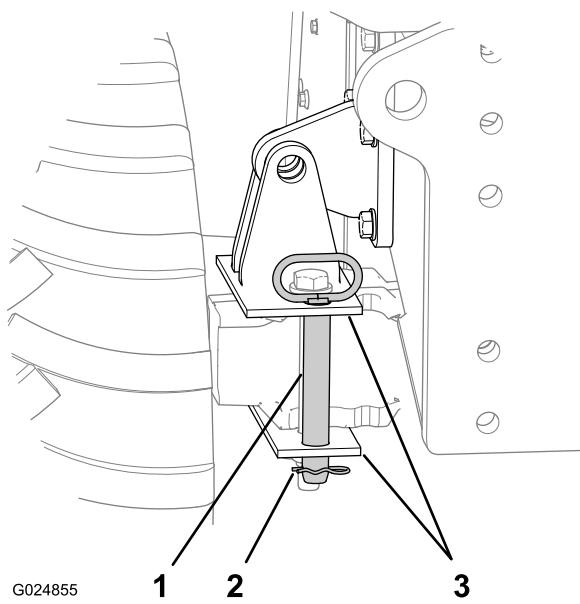

Figura 50
2. Remova o grampo tipo “R” do pino de bloqueio de inclinação (Figura 50).
1. Insira o pino de bloqueio de inclinação através dos orifícios verticais no suporte de bloqueio do eixo (Figura 50).
2. Prenda o pino no suporte de bloqueio com o grampo tipo "R" (Figura 50).